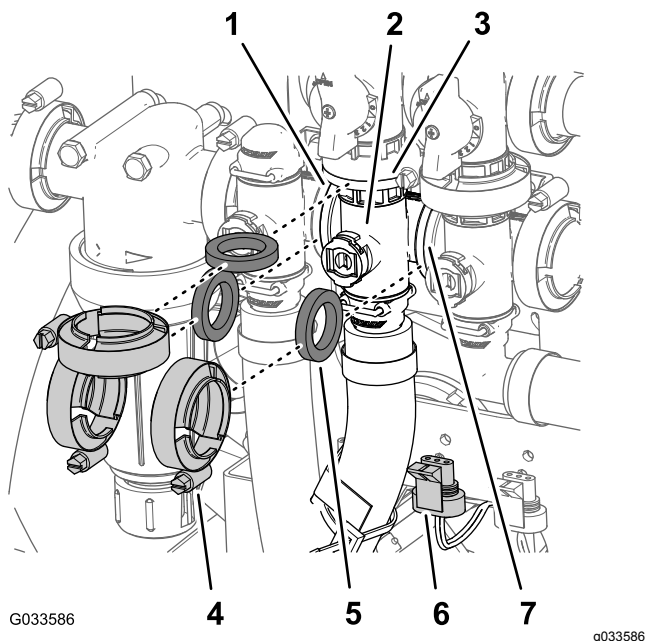

図 115
1. 攪拌バルブ用のマニホールドを攪拌バイパスバルブ、散布量制御バルブ、マスターブームバルブに固定しているフランジクランプ3個とガスケット3枚を外す 図 115。